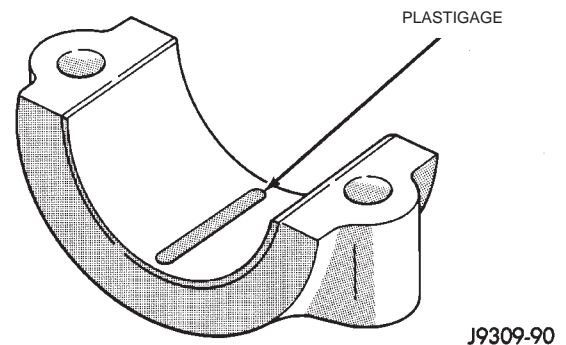

Abb. 2 Auflegen des Plastigage in der Pleuellagerung
- (1) Plastigage entlang der gesamten Breite der Pleuellagerung auflegen (Abb. 2). Plastigage ca. 6,35 mm (1/4 Zoll) zur Pleuellagerungsmittelpunkt versetzt auflegen; die Pleuellagerungen müssen frei bleiben. Andere evtl. schadhafte Oberflächen können ebenfalls mittels Plastigage geprüft werden. Pleuellagerungsschrauben des zu prüfenden Pleuellagers mit einem Anzugsmoment von 108 N·m (80 ft. lbs.) anziehen. **Kurbelwelle NICHT drehen, da sonst das Plastigage verschmiert und das Messergebnis verfälscht werden kann.**
(1) Ölfilm von der zu prüfenden Oberfläche entfernen. Das Plastigage ist in Öl löslich.
(2) Plastigage über die gesamte Breite der Lagerschale legen (Abb. 2). Plastigage ca. 6,35 mm (1/4 Zoll) zur Lagerschalenmitte versetzt auflegen; die Ölbohrungen müssen freibleiben. Andere evtl. schadhafte Oberflächen können ebenfalls mittels Plastigage geprüft werden.
(3) Kurbelwelle drehen, bis das zu prüfende Pleuel sich in Richtung OT zu bewegen beginnt. Erst danach den Pleuellagerdeckel mit aufgelegtem Plastigage montieren. Befestigungsmutter des Lagerdeckels mit einem Anzugsmoment von 45 N·m (33 ft. lbs.) festziehen. **Kurbelwelle nun NICHT mehr drehen, da sonst das Plastigage verschmiert und das Messergebnis verfälscht werden kann.**